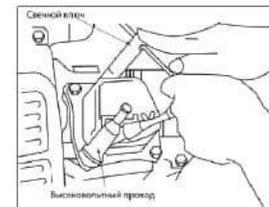

Рисунок 13.
3. Выверните свечным шестигранным ключом, входящим в комплект поставки, и осмотрите свечу (рис. 13). Электроды свечи должны иметь светло-коричневый цвет.